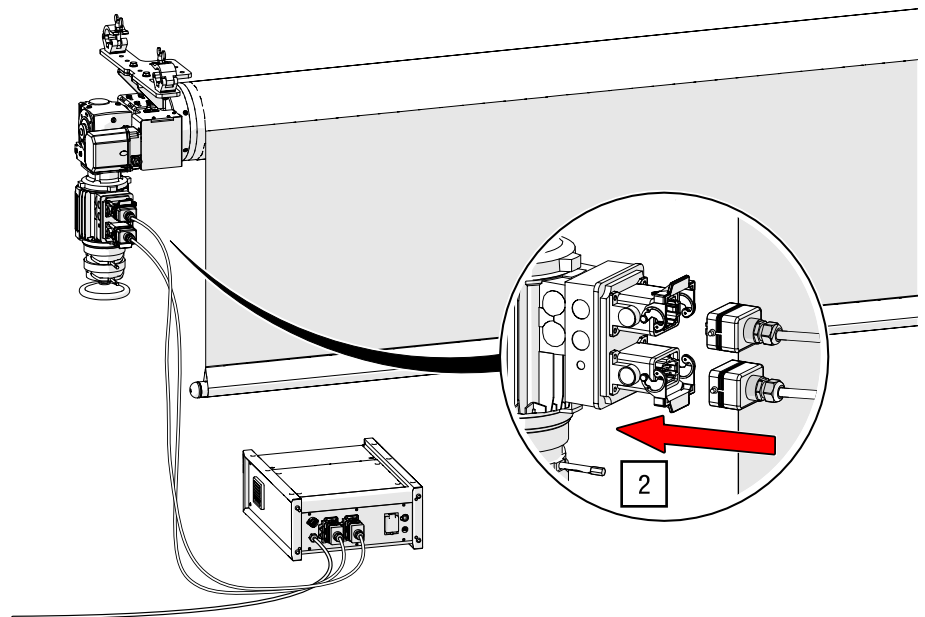

Abb. 28: Strom- und Steuerkabel an Rollbildwand anschließen
2. Schließen Sie das im Vorfeld an der Steuerung angeschlossene Steuerkabel sowie das Stromkabel (siehe *Kapitel 5.2.2 Elektrischer Anschluss der Steuerung G-FRAME* [► S. 51]) an der Rollbildwand an den Anschlüssen 1XXM1 sowie 1XSM2 der Steuerung an (siehe Abb. 28).